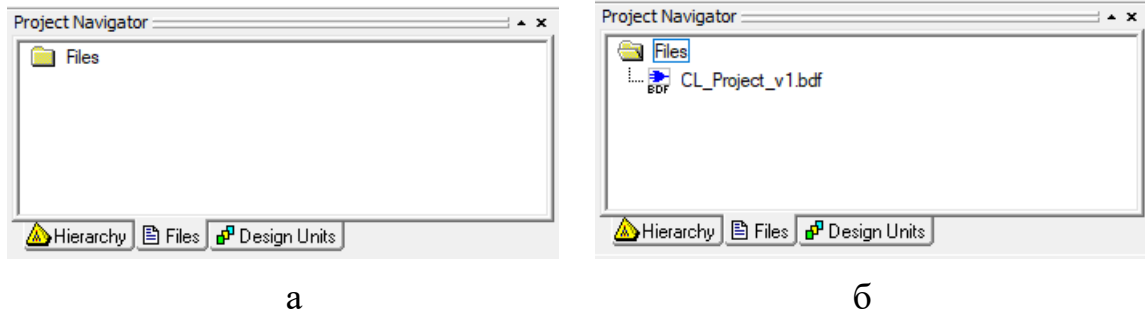

Рис. 1.11. Вкладка **Files**: а - після створення проекту; б – після створення файлу опису верхнього рівня ієрархії проекту
**3.1.** В даному циклі лабораторних робіт для вводу проекту в САПР використовуємо графічний редактор. Якщо на навігаційній панелі безпосередньо після створення проекту вибрати вкладку **Files**, ми побачимо, що у складі проекту немає жодного файлу опису проекту (рис. 1.11, а).
У описаний вище спосіб (команда New в меню File) створюють будь які файли опису проекту. Ієрархія файлів опису проекту відображується на вкладці Files навігаційної панелі вікна САПР (рис. 1.11, б).